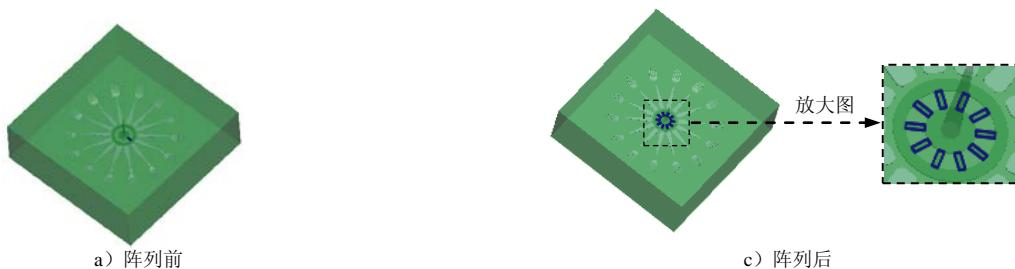

图 23.13 阵列分流道
(4) 在模型树中查看前面创建的特征。
① 在模型树界面中选择 → **树过滤器** **...** 命令。
② 在系统弹出的“模型树项目”对话框中选中 **特征** 复选框，然后单击 **确定** 按钮。此时，模型树中会显示出前面创建的特征。
(5) 阵列图 23.13 所示的分流道。
① 在模型树中选取上一步创建的拉伸 2 特征并右击，在系统弹出的快捷菜单中选择 。